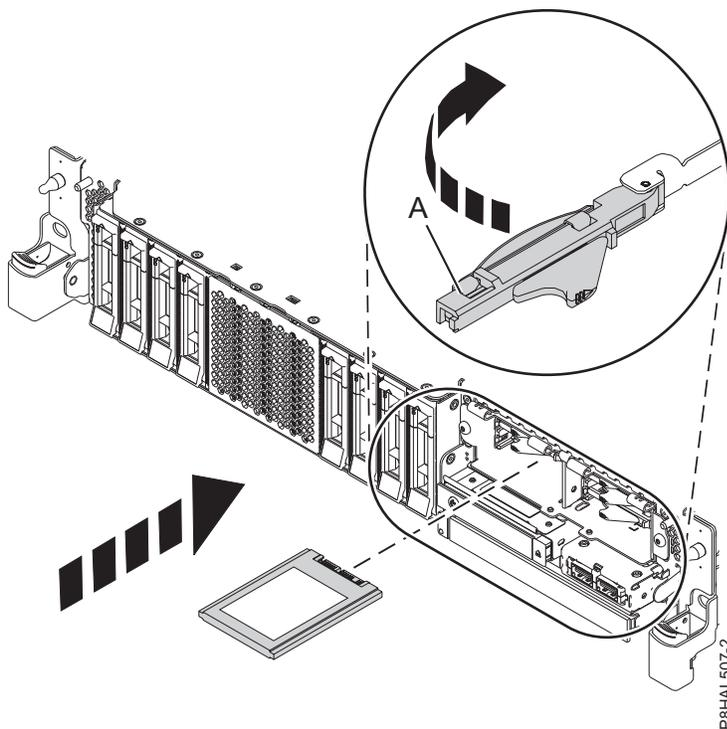

Abbildung 14. Solid-State-Laufwerk in einem System vom Typ 8408-44E oder 8408-E8E installieren
können. Stützen Sie das Solid-State-Laufwerk unten mit Ihrer Hand, wenn Sie es an den Führungsschienen im Steckplatz des Solid-State-Laufwerks ausrichten. Siehe Abb. 14.
18. Verriegeln Sie das Laufwerk, indem Sie den Griff (A) in die gezeigte Richtung drehen. Siehe Abb. 14.